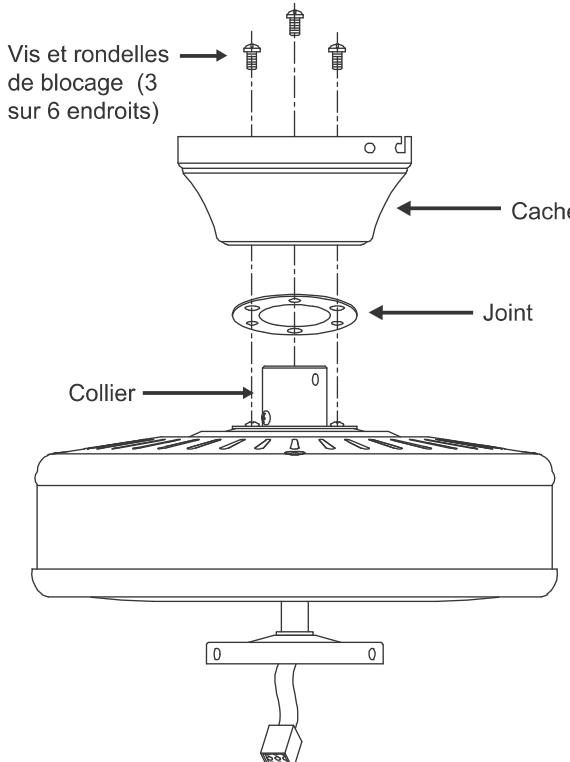

Fig. 8B
Étape 4. Retirez trois des six vis et rondelles de blocage (une vis/rondelle sur deux) du collier situé sur le dessus du moteur (**Fig. 8B**)
Étape 5. Placez le cache du plafond et le joint sur le collier en haut du moteur. Alignez les trous de montage avec les trous du moteur et fixez-les à l'aide des vis et des rondelles de blocage fournies (**Fig. 8B**).
Étape 6. Serrez fermement les vis de fixation (**Fig. 8B**).